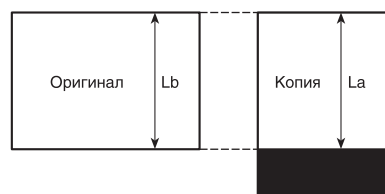

Рис. 30. Регулировка центрального отклонения копии в модели SF-7320
4. Сравните ширину оригинала L_b , с шириной белого участка на копии L_a (рис. 30).